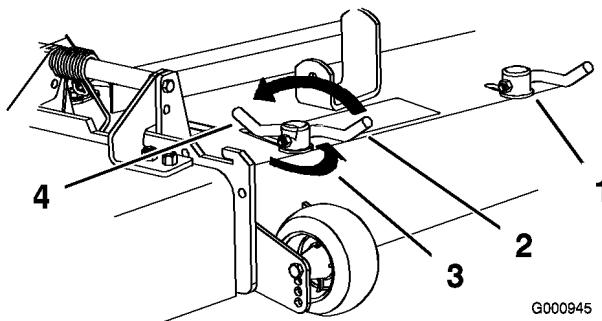

Figure 21
- Pour régler les verrous à came, soulevez le levier pour desserrer le verrou (Figure 21).
- Repoussez le levier à sa position d'origine pour serrer le déflecteur et les verrous (Figure 21).